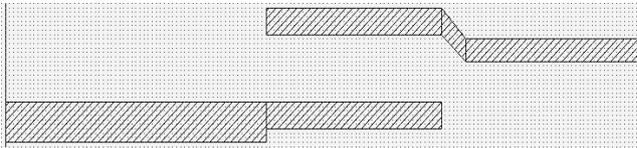

Рис. 5.86
- Щёлкните по значку **Polygon** на панели инструментов. Поместите курсор на левый верхний угол второго верхнего проводника и щёлкните левой кнопкой мышки, чтобы зафиксировать эту точку. Нажмите клавишу **Tab**, введите **-0.3** в поле **dx**, введите **0.35** в поле **dy** и нажмите **OK**. Переместите курсор на правый нижний угол первого верхнего проводника и щёлкните мышкой. Переместите курсор на левый нижний угол второго верхнего проводника и здесь дважды щёлкните мышкой. Должна получиться топология, показанная на рис. 5.86.